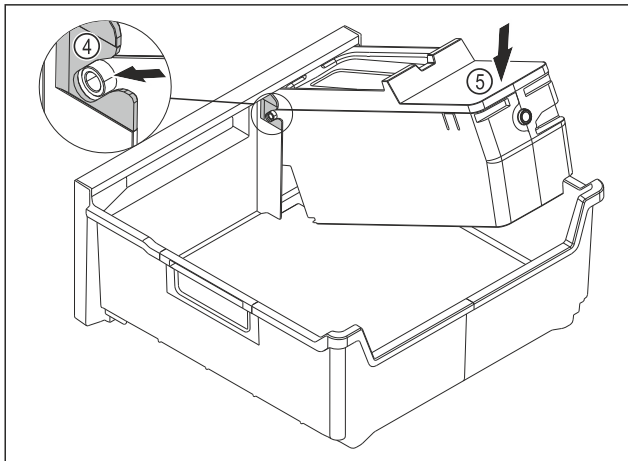

Fig. 125
- ▶ Смонтируйте корпус EasyTwist-Ice: Вставьте оси корпуса EasyTwist-Ice в направляющие Fig. 125 (4).
- ▶ Вдавите корпус EasyTwist-Ice Fig. 125 (5) вниз.